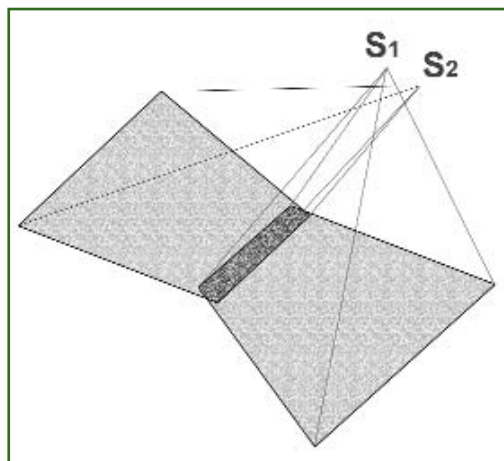

Рис. 1
2. Главная идея нового цифрового аэрофотоаппарата TWIN MAPPER проста и не претендует на оригинальность. Двукратное увеличение формата кадра и, соответственно, производительности достигается за счет использования двух камер Rollei AIC с размером кадра 39 Мпикселей, работающих синхронно (рис. 1).